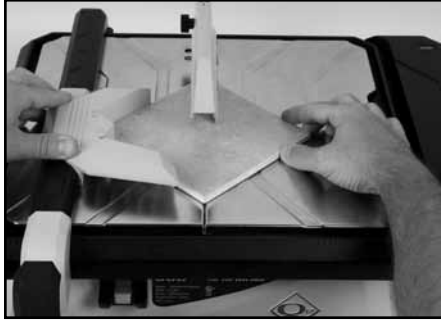

FIGURE 15
3. Pousser doucement le guide d'angle et le matériel vers la lame (voir FIGURE 15).